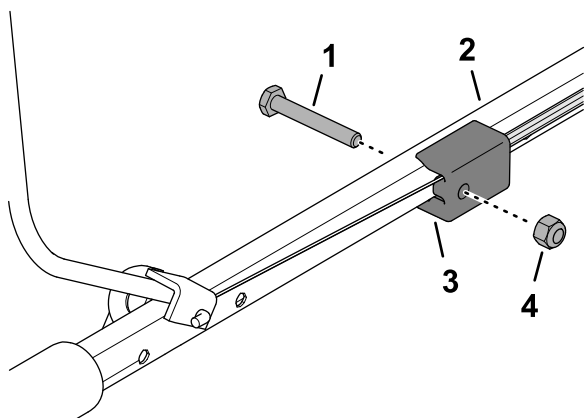

Figura 13
5. Fije el acoplamiento del manillar en el manillar superior (Figura 13) con el perno ($\frac{1}{4}$ " x $1\frac{3}{4}$ ") y la contratuerca ($\frac{1}{4}$ ").